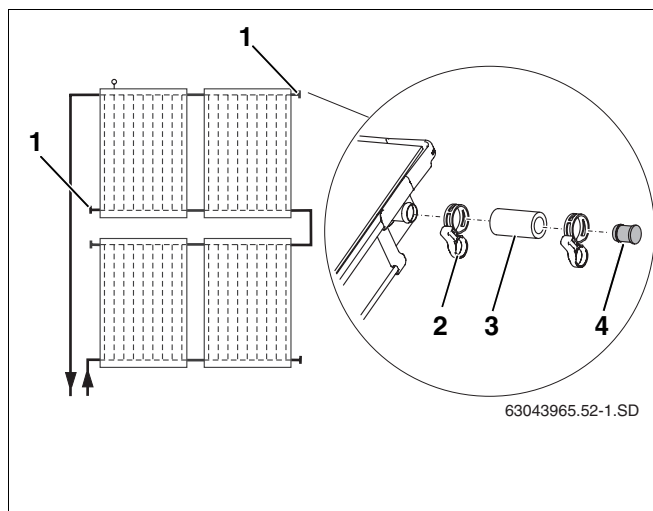

Рис. 59 Предварительный монтаж заглушек
Установите заглушки на неиспользуемые подключения коллектора (рис. 59, поз. 1).
- Надеть шланги 55 мм (рис. 59, поз. 3) с предварительно установленными на них заглушками на оба свободных подключения.